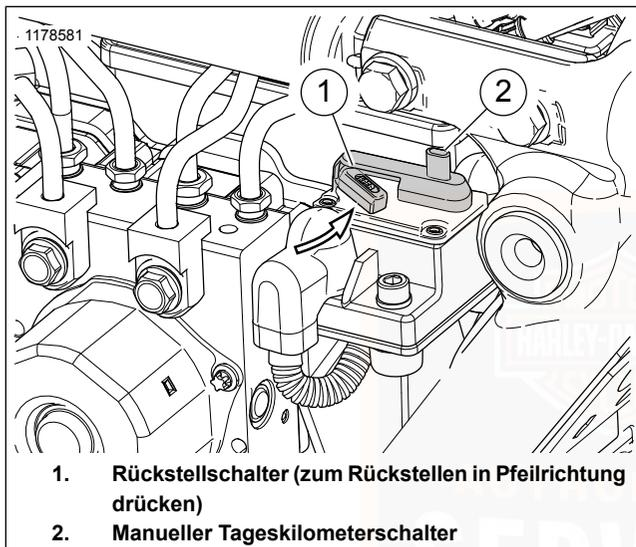

Abbildung 92. Überlastschalter des Rückfahrmotors
Siehe Abbildung 92. Der Überlastschalter befindet sich in der Elektriztafel hinter der rechten Seitenabdeckung. Dieser manuell zurückstellbare Überlastschalter hat einen roten Auslösedruckknopf (2) und einen Rückstellschalter (1). Um den Überlastschalter manuell auszulösen, den Druckknopf herunterdrücken (dies bewirkt, dass der Rückstellschalter herausgedrückt wird).